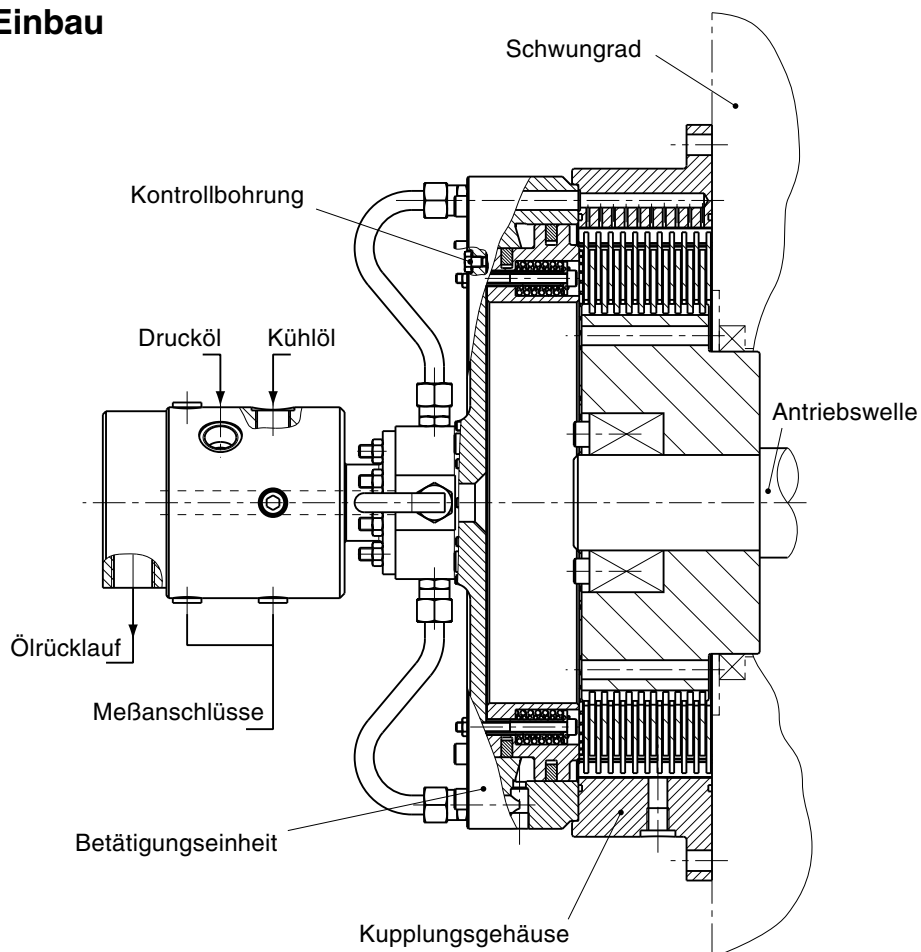

Abb.2: Einbau der Kupplung
- Verschlußschraube aus der Kontrollbohrung der Betätigungseinheit (siehe Darstellung Abb. 2: Einbau der Kupplung) entfernen.